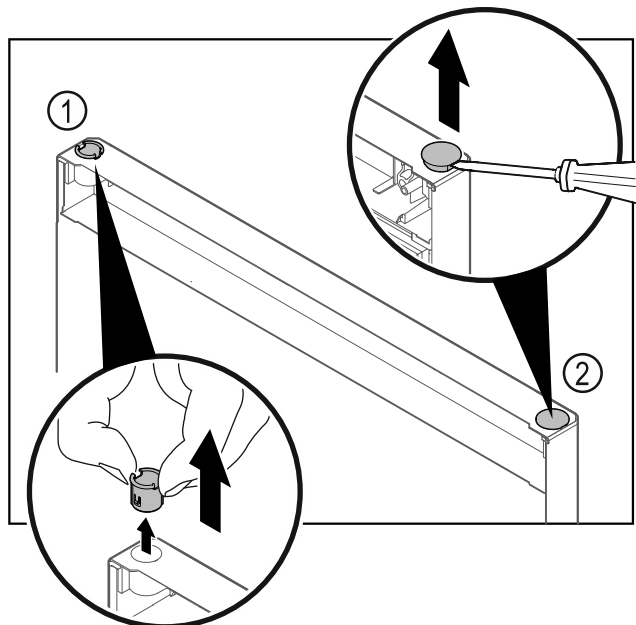

Fig. 19
- Húzza ki az ujjával a csuklópánt-perselyt Fig. 19 (1).
- A fedődugót Fig. 19 (2) egy lapos csavarhúzóval óvatosan emelje meg és húzza ki.